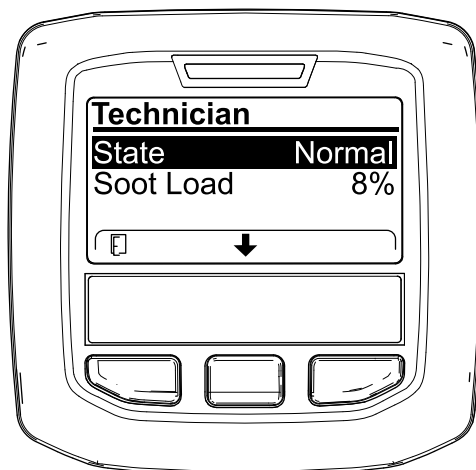

Рисунок 38
- Используйте рабочую таблицу по фильтру DPF, чтобы понять текущее состояние работы DPF (Рисунок 38).